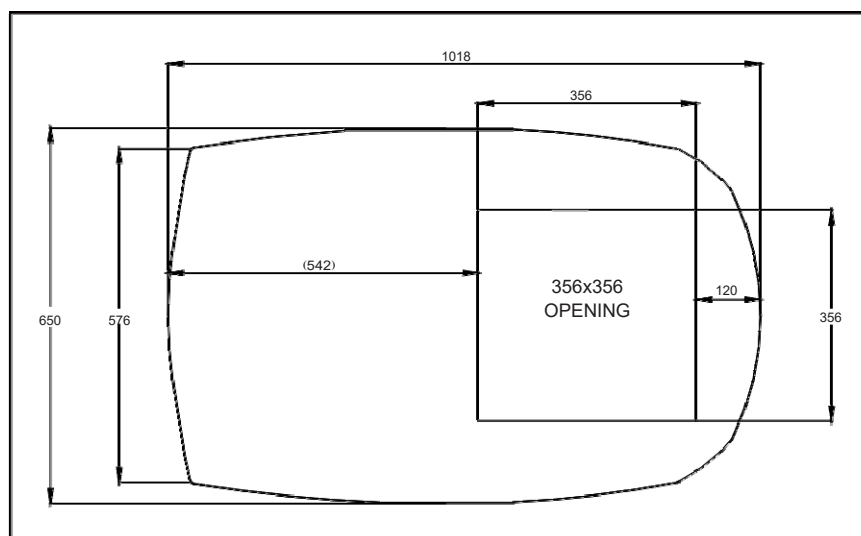

Figuur 2
1. De dak-airco moet gemonteerd worden als het voertuig/caravan waterpas staat. Figuur 2 toont dat montage tot maximaal 5 graden is toegestaan. Anders treed condens waterlekage op.